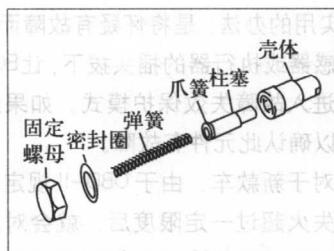
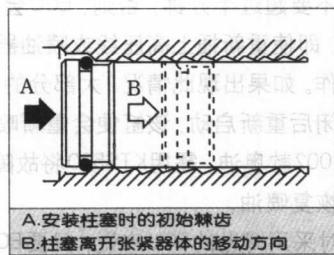

图 1-1-1 张紧器结构
图 1-1-2 张紧器工作原理
我们首先想到正时链条的张紧器在安装时是否有不正确地方？果然，在检查正时链条的张紧度时，更感觉到不对劲。以往的经验，用大长螺丝刀挑其正时链，尤其是靠近正时链条张紧器的部位，可以撬动，且有一定弹力。可是，这次根本挑不动，也撬不动。重新安装好正时张紧器，可以用大号棘轮扳手盘车，感觉正时链条的松紧适合，基本正常。且从盘车过程中可以看到，机油从各缸液压挺杆周围大量涌出。因为奔驰属于高速车，其润滑系统与机械结构合理组合，具有科学性。正时链条过紧会直接影响凸轮轴和液压挺杆的润滑。正确安装正时张紧器的步骤如下：①首先安装好正时链条，使其正确安装在曲轴正时齿轮、凸轮轴（包括进排气的）正时齿轮及其挡链板上。注意不要让正时链条窜节。而后，固定正时张紧器外壳，使其安装到位。其结构参照其他款的奔驰轿车，因为几乎所有奔驰轿车正时张紧器的结构和原理都大同小异。这里参考其他款奔驰轿车结构（如图1-1-1所示）和原理（如图1-1-2所示）来说明奔驰600SEL正时张紧器结构和原理。②检查柱塞和上面的爪簧，然后将其放入张紧器壳体中，使其处于初始位置。③检查弹簧，在弹力正常情况下，弹簧与柱塞一同放入张紧器壳体中，弹簧与柱塞是一同作用的：因为张紧器外壳内壁有一段似内螺纹扣的结构，是用来调整和限制柱塞位置，从而达到调整正时链条张紧度的作用。原理见图1-1-2，柱塞一旦向张紧导轨方向移动，在内螺纹扣的范围内，且只能向张紧导轨一个方向移动，在外力作用和正时链条的作用下，不能使柱塞背离张紧导轨方向移动；否则，更换正时张紧器。④用专用扳手用力压下弹簧，拧好固定螺丝（奔驰600SEL的固定螺丝与图1-1-1固定螺母稍有区别，